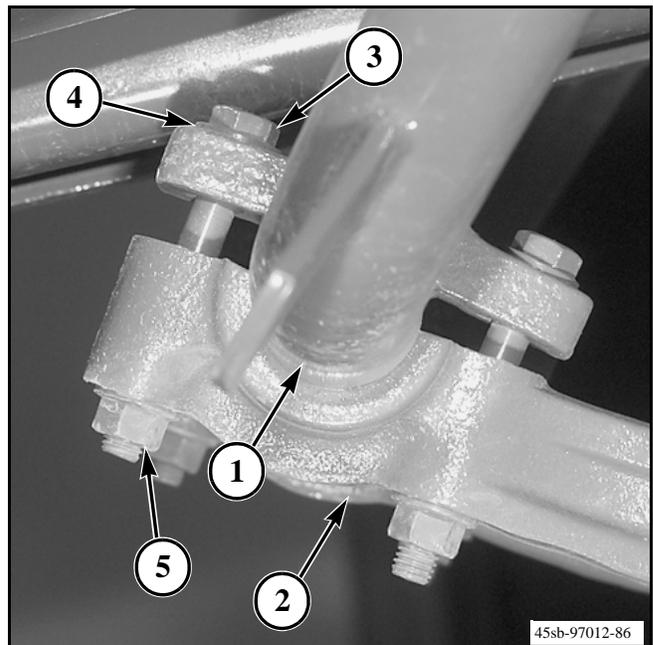

FIG. 64
FIG. 64: Asegúrese de que la superficie de montaje de las agujas (1) y la superficie del portador de agujas que tiene contacto con la superficie de montaje de las agujas estén limpias y sean uniformes.